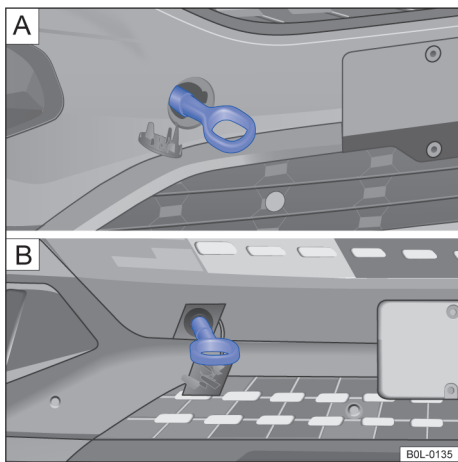

图 134 前保险杠上右侧：已拧入牵引环
- 将牵引环沿逆时针方向牢固地拧入支座中 → 图 134 → ⓘ。用一个合适的器具，将牵引环充分而牢固地拧入支座中。